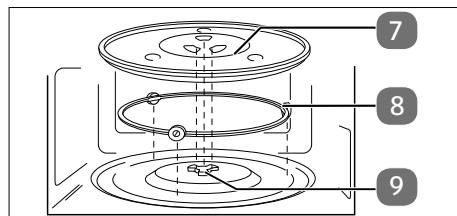

Abb. 5 – Glas-Drehteller einsetzen
- ▶ Setzen Sie den Rollenring in die Vertiefung im Garraum und legen Sie dann den Glas-Drehsteller mittig auf die Antriebswelle (**siehe Abb. 5**), so dass die Stege des Glas-Drehstellers zwischen den Flügeln der Antriebswelle liegen.